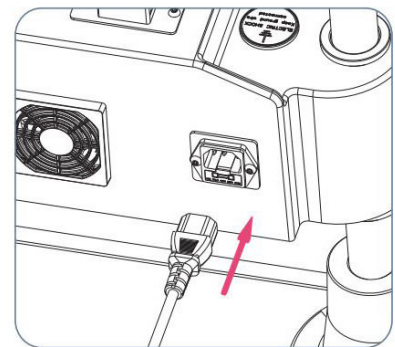

Abb. 5-1: Elektrischer Anschluss
- Die Maschine darf nur mit dem mitgelieferten Netzkabel betrieben werden! Das Netzkabel in die Buchse auf der Rückseite der Maschine einstecken, wie in Abbildung 5-1 gezeigt.